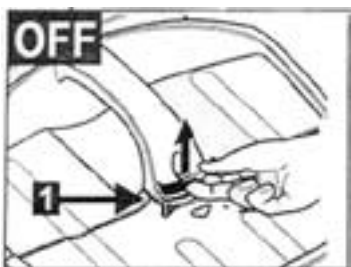

fig. 10
Switch position (1) „up“ (fig. 10).